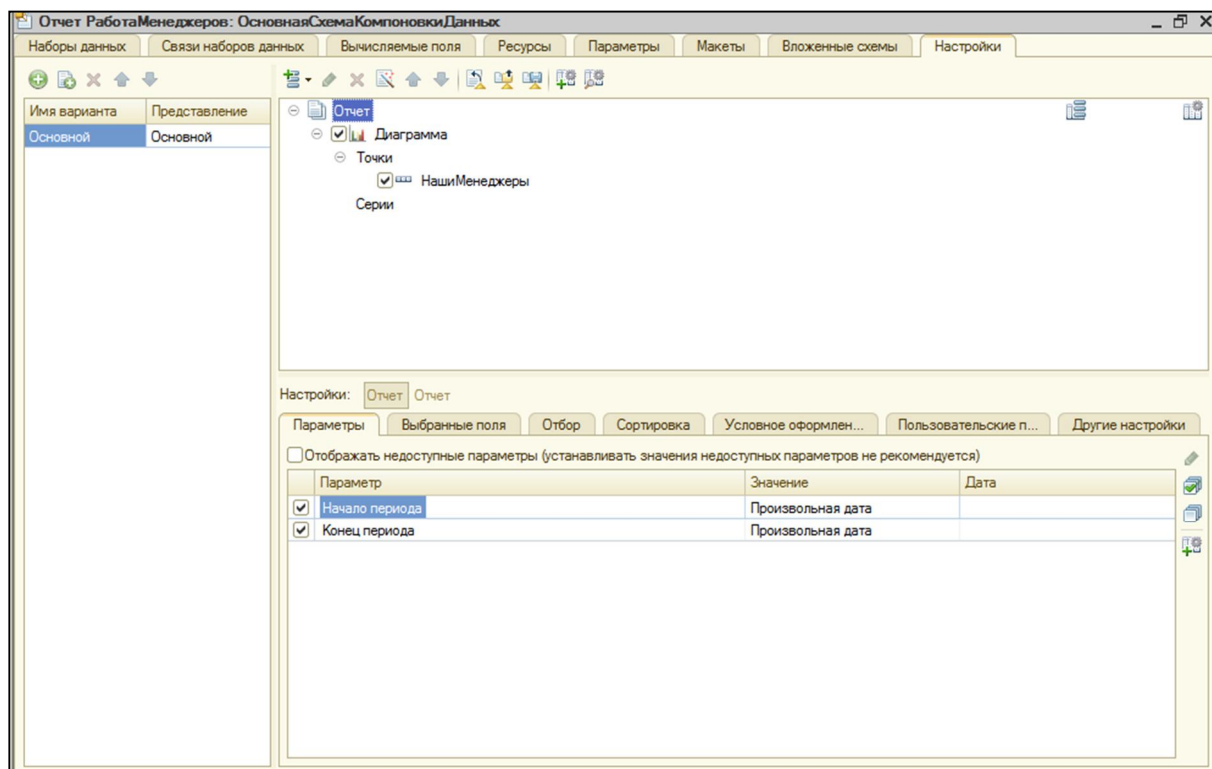

Рис. 67. Вкладка «Настройки» отчета «Работа менеджеров»
- в окне «Настройки» выбрать поля «НашиМенеджеры» и «Сумма Оборот» для отображения в запросе, установить у параметров «Начало Периода» и «КонецПериода» флажок «Включать в пользовательские настройки» (рис. 67).